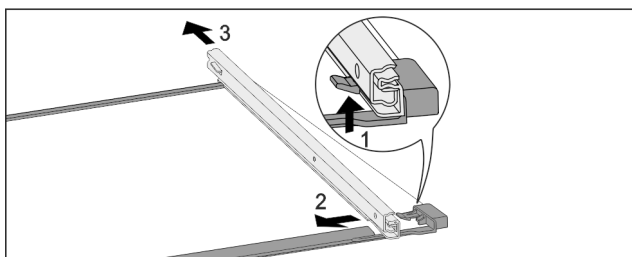

Fig. 67 Sklenená doska s koľajničkami
- ▶ Potlačte predný západkový hák nahor. Fig. 67 (1)
- ▶ Odsuňte vyťahovaciu koľajničku do strany Fig. 67 (2) a dozadu Fig. 67 (3).